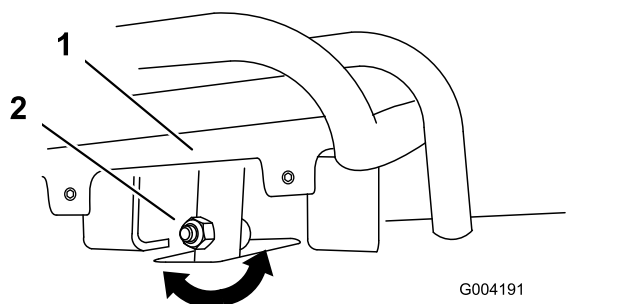
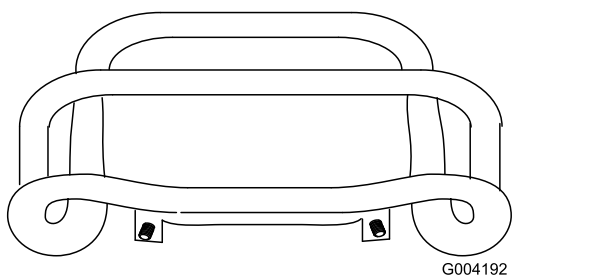

Figure 55
Figure 56
à embase de la tige de la commande de déplacement (Figure 55).
5. Réglez la commande de déplacement de sorte qu'elle soit de niveau et en appui contre la barre de référence lorsqu'elle est tirée tout droit en arrière (Figure 55 et Figure 56).
- C. Desserrez l'écrou et le boulon à embase dans la tige de la commande de déplacement (Figure 55).
- I. Réglez la commande de déplacement de sorte qu'elle soit de niveau et en appui contre la barre de référence lorsqu'elle est tirée tout droit en arrière (Figure 55 et Figure 56).